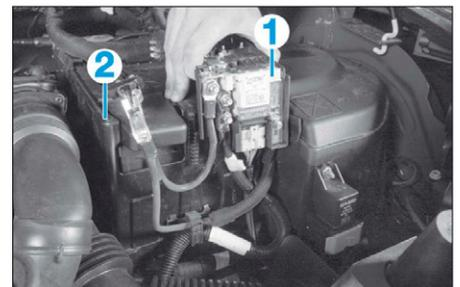

FIG. 26
- Dégrafer et écarter le porte fusible batterie (1) (Fig.26).